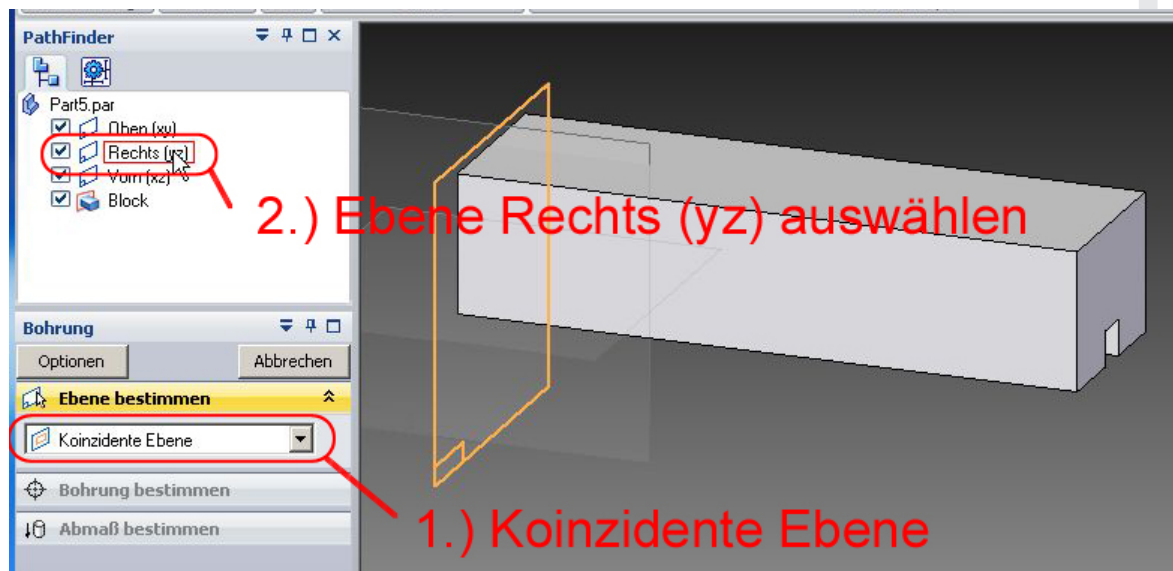

Abb. 19 Ebene für Bohrung auswählen
30. Überzeugen Sie sich davon, dass im Feld *-Ebene bestimmen-* der Eintrag *-Koinzidente Ebene-* ausgewählt ist, und wählen Sie im Pathfinder die Ebene *-Rechts (yz)-* aus (Abb. 19).